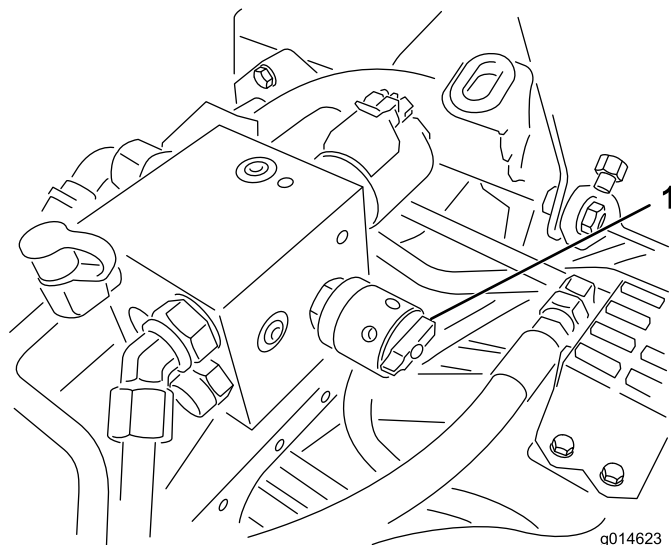

Figura 55
6. Gire el control de velocidad del molinete a la posición 1 (Figura 55).